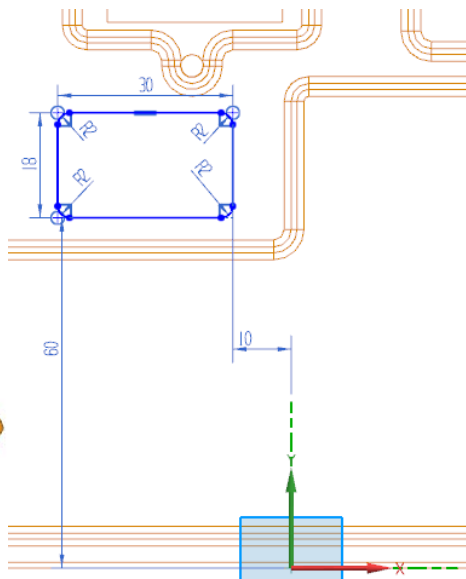

图 8-71 绘制草图
(3) 绘制如图 8-71 所示的裁剪轮廓。单击“完成”  图标，草图绘制完毕。